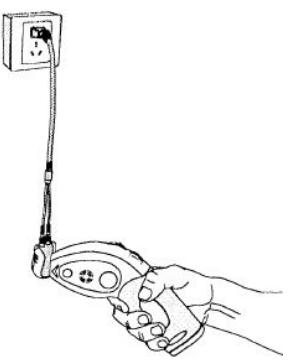

Fig.3
6. Placez le récepteur près de l'émetteur (fig. 3). Le récepteur émettra un signal sonore et sa LED verte clignotera.